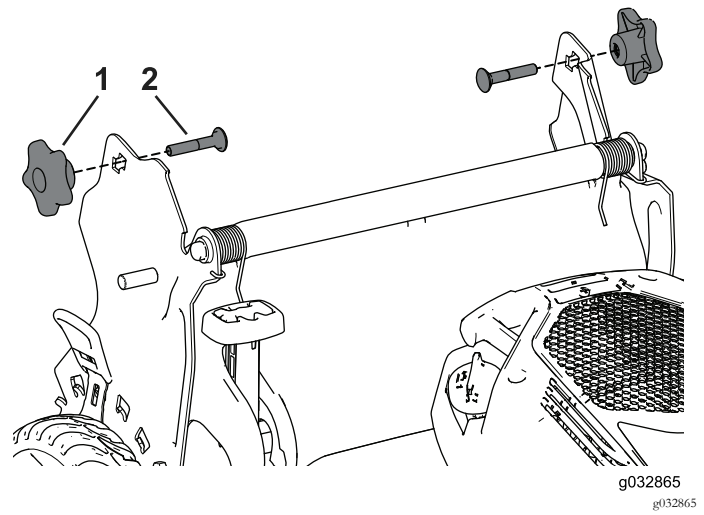

Bild 31
3. Führen Sie die Schlossschraube (mit dem Schraubenkopf nach innen zeigend) durch die Griffhalterung und das obere Loch des Griffendes. Stellen Sie sicher, dass jede eckige Schlossschraube richtig in der dazugehörigen oberen oder unteren viereckigen Öffnung ihrer jeweiligen Griffhalterung sitzt (Bild 31).